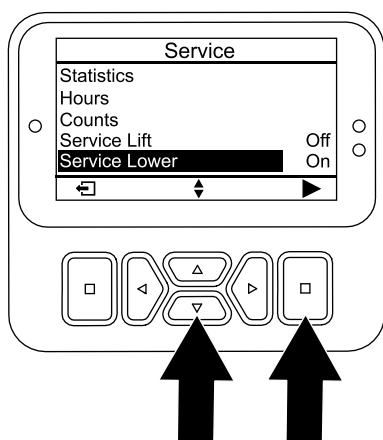

Figure 167
- Appuyez sur le bouton vers le bas jusqu'à ce que l'option SERVICE LOWER (Descente pour entretien) soit sélectionnée, puis appuyez sur le bouton de sélection (Figure 167).